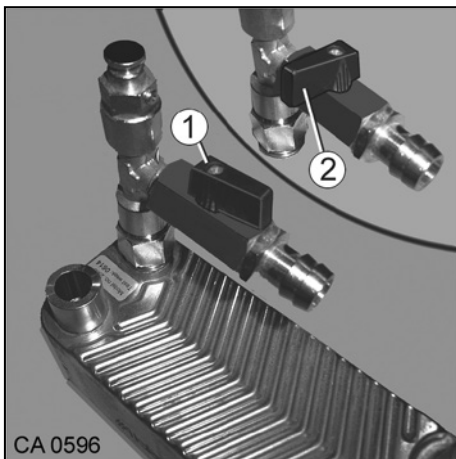

Fig. 125 Vanne de sectionnement de l'échangeur thermique
1. Ouvrir la vanne de sectionnement (Fig. 125/1).
- Pour éviter tout chauffage non-intentionné du circuit de chauffage en mode Été, fermer la vanne de sectionnement (Fig. 125/2).